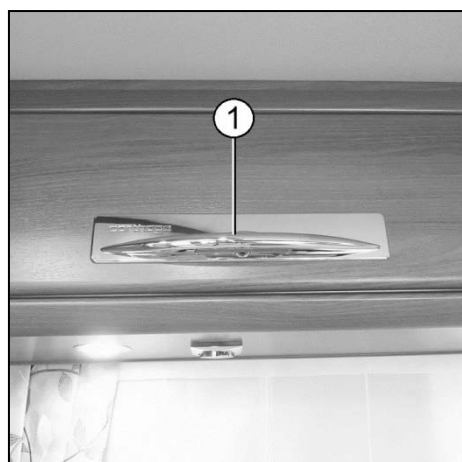

Fig. 113 Fermeture à poignée
1. Pousser la poignée (Fig. 113/1) vers le bas.